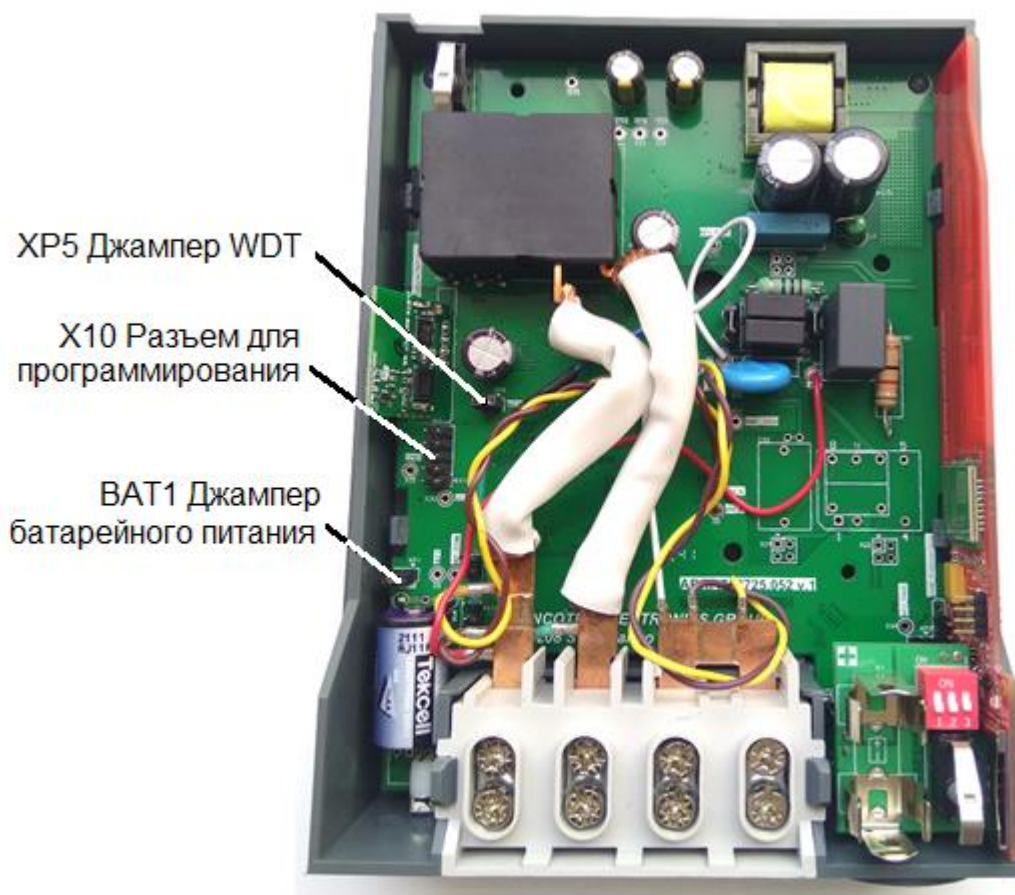

Рисунок 2.4 – Расположение джамперов
2.3.1 Убедиться, что джамперы XP5 (WDT) и BAT1 (батарейное питание) не установлены (рисунок 2.4).
2.3.6 Установить джампер XP5 (WDT) на плату успешно запрограммированного счетчика (рисунок 2.4).